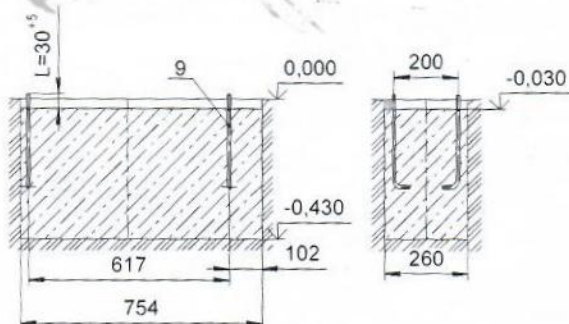

Рис. 2
12.1.3 Размеры минимального пространства для размещения оборудования и безопасные расстояния от оборудования до поверхности площадки указаны на рис. 2
12.3.2 Подготовить приямки по схеме на рис. 2, размерами 754ммx260мм, глубиной 430мм